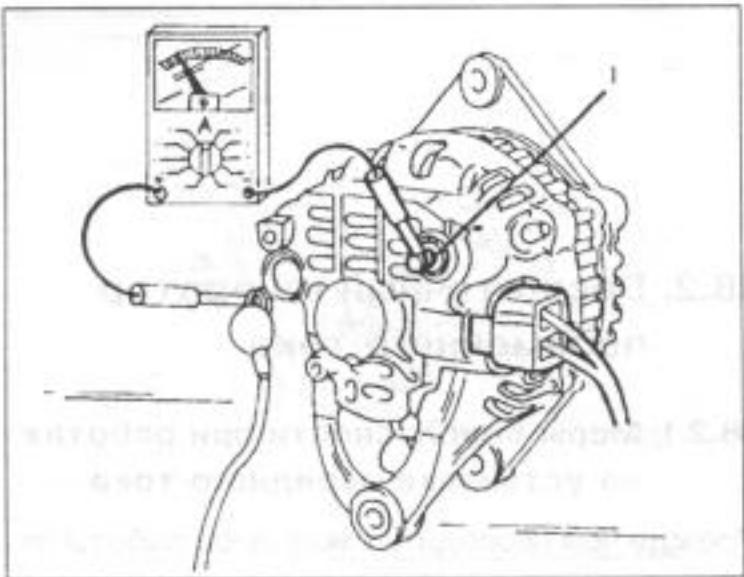

Рис.243.
- Подсоединить амперметр в соответствии с рис.243 между кабелем и клеммой "В" бесщеточного генератора. Включить все осветительные приборы и привести в действие тормозную педаль. Запустить двигатель и контролировать, чтобы показания измерения составляли 70 А или больше при числе оборотов двигателя 2500—3000 об/мин.